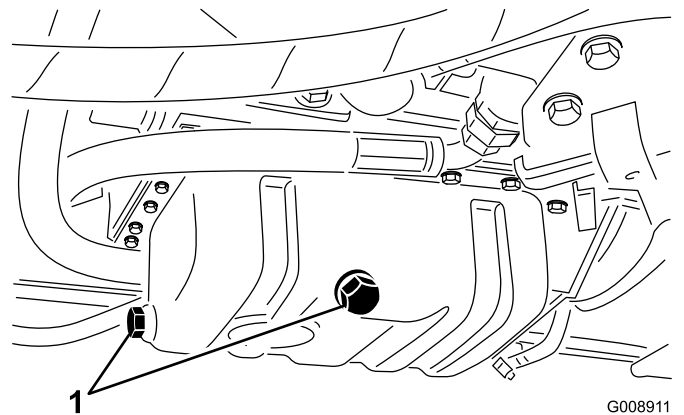

Bild 64
1. Entfernen Sie eine Ablassschraube (Bild 64) und lassen das Öl in eine Auffangwanne ablaufen; setzen Sie die Schraube ein, wenn kein Öl mehr ausläuft.